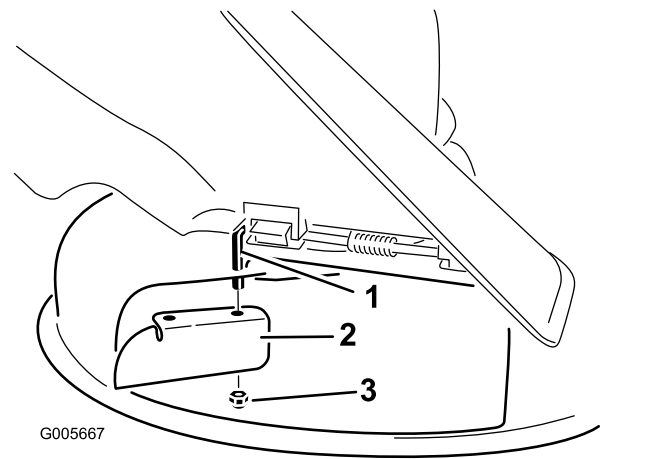

Bild 24
- Montieren Sie das Versatzablenkblech an der frei liegenden Gelenkstange (Bild 24).
- Entfernen Sie das Versatzablenkblech vom Mähwerk (Bild 24).